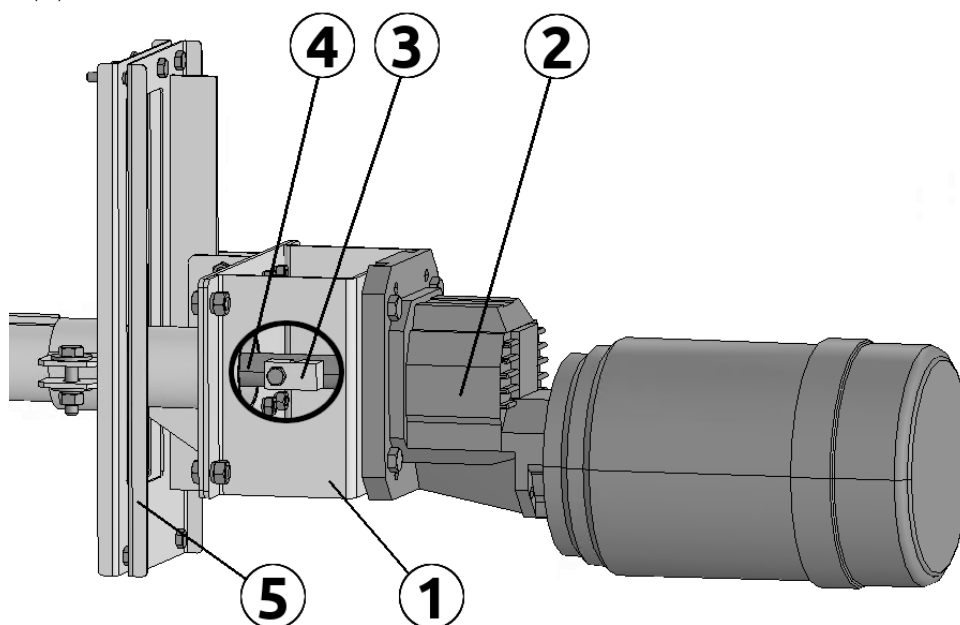

Рисунок 3.14
**Приводной узел** (рис. 3.14) состоит из корпуса (1) и подсоединенного к нему мотор-редуктора (2).